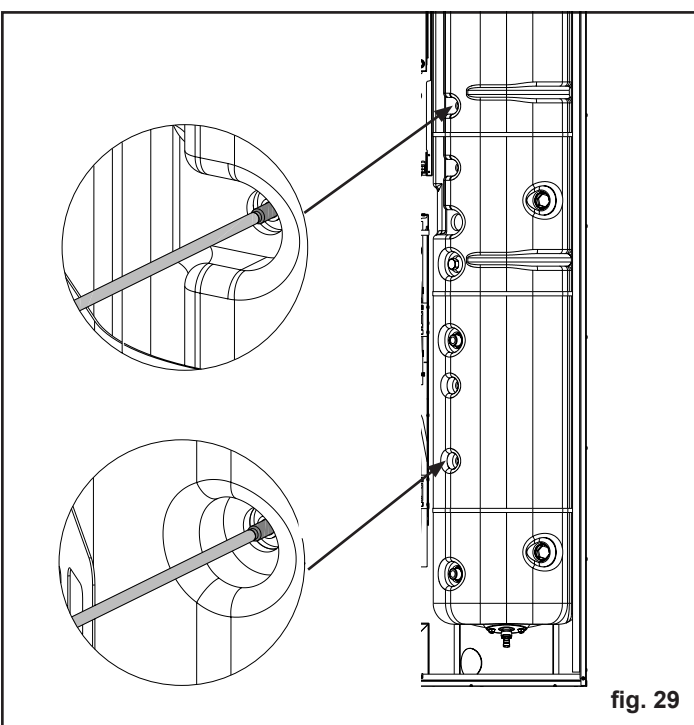

fig. 29
15. Collegamento delle sonde (fig. 29)